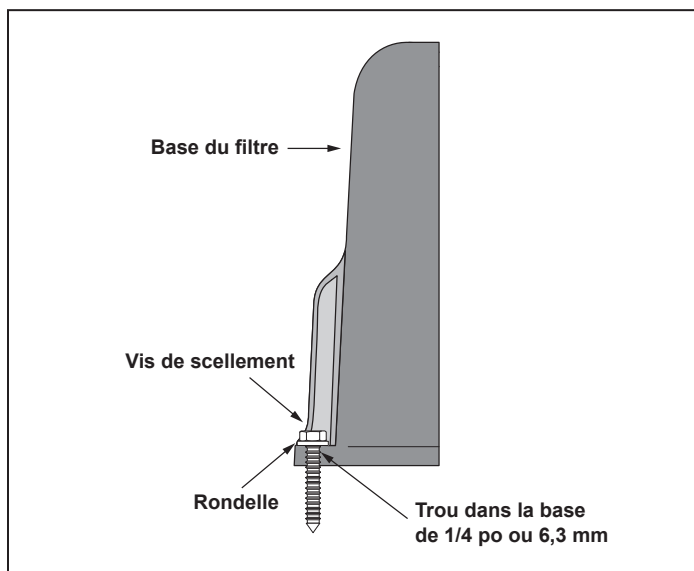

Figure 4. Installer les vis d'ancrage
- Après avoir placé le filtre, percer un trou dans chacun des trois (3) trous à la base du filtre. (La taille de la mèche à béton à utiliser doit vous être communiquée lors de l'achat des vis à béton). Les vis à béton doivent répondre à toutes les exigences applicables du code de construction.
- Installer les vis et les rondelles pour fixer le filtre sur le socle de l'équipement. Voir la figure 4. Ne pas trop serrer les vis.